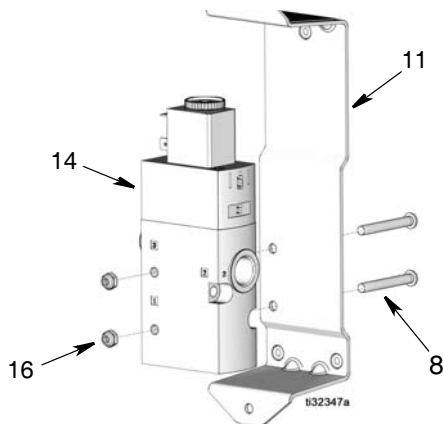

FIG. 29
2. Alinhe a válvula solenoide (14) com o suporte (11). Instale os dois parafusos (8) e porcas (16) como ilustrado na FIG. 29 para fixar a válvula solenoide (14) ao suporte (11). Aperte as porcas firmemente.